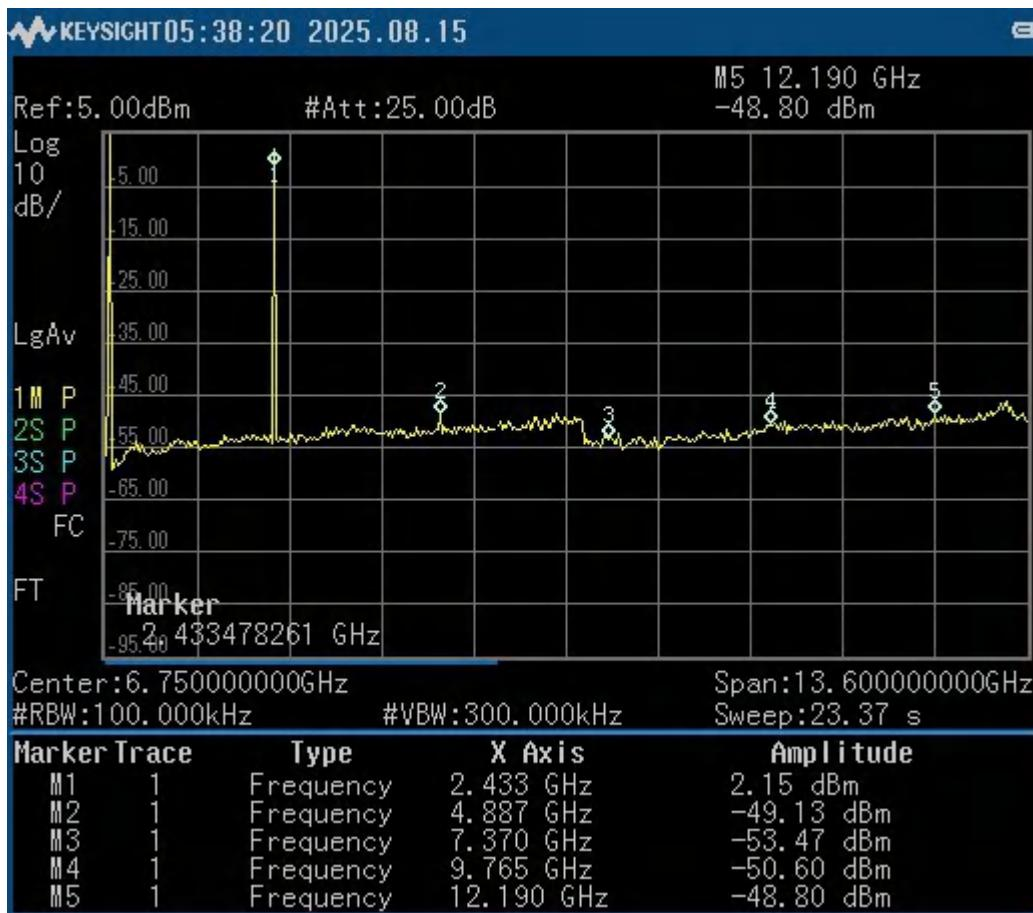

图 7-19. 杂散辐射测试的频谱分析仪输出
- 第 3 步：测量频谱分析仪的最小限值到最大限值范围内的杂散。（参考 图 7-19，查看频谱分析仪上结果的示例，杂散显示为谐波）